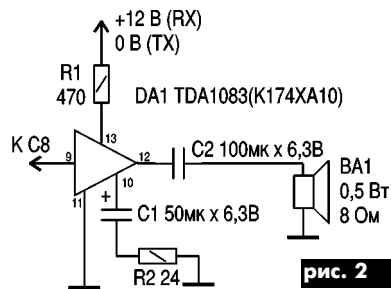

рис. 2
В режиме приема (RX) сигнал с диодного смесителя поступает на ФНЧ (C12, L1, C11), через конденсатор C7, резистор R7 (регулятор громкости) и конденсатор C8 — на DA3, а затем через C9 — на DA4. С вывода 3 DA4 усиленный сигнал через C10 поступает на высокоомные головные телефоны BF1 (например, ТА-56М, ТОН-2 и другие, которые можно соединять как последовательно, так и параллельно). Если необходим громкий прием, то применяют схему, показанную на **рис. 2**, которая позволяет подключать телефонный УНЧ к динамической головке BA1 мощностью 0,5 Вт.